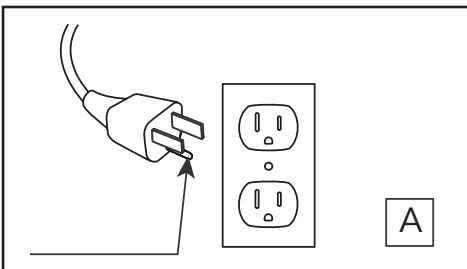

Fig.1
| <p>6. Do not operate any heater with a damaged cord or plug or after the heater malfunctions, has been dropped or damaged in any manner. Discard heater, or return to authorized service facility for examination and/or repair.</p> <p>7. Do not use outdoors.</p> <p>8. This heater is not intended for use in bathrooms, laundry areas and similar indoor locations. Never locate this appliance where it may fall into a bathtub or other water container.</p> <p>9. Do not run cord under carpeting. Do not cover cord with throw rugs, runners or the like. Arrange cord away from traffic areas and where it will not be tripped over.</p> <p>10. To disconnect heater, turn controls to off, and turn off power to heater circuit at main disconnect panel (or operate internal disconnect switch if provided).</p> <p>11. Connect to properly grounded outlets only. This heater is for use on 120 volts. The cord has a plug as shown at A in Fig. 1. Do not use a 2 prong adapter. Never use with an extension cord or relocatable power tap (outlet/power strip).</p> | <p>6. Ne faites pas fonctionner un appareil dont le cordon ou la fiche est endommagé ou après un dysfonctionnement, une chute ou un dommage quelconque de l'appareil. Mettez l'appareil au rebut ou retournez-le à un centre de service agréé pour examen et/ou réparation.</p> <p>7. N'utilisez pas cet appareil à l'extérieur.</p> <p>8. Cet appareil n'est pas conçu pour être utilisé dans une salle de bains, une salle de lavage ou tout autre endroit humide semblable. Ne placez jamais cet appareil à un endroit où il risquerait de tomber dans une baignoire ou un autre contenant rempli d'eau.</p> <p>9. Évitez de placer le cordon sous un tapis. Ne couvrez pas le cordon avec une carpeite, un tapis de passage ou un autre article semblable. Placez le cordon dans un endroit peu passant et où il ne pourra pas être accroché.</p> <p>10. Pour débrancher le chauffe-eau, mettez les commandes à l'arrêt et coupez l'alimentation du circuit du chauffe-eau au niveau du panneau de déconnexion principal (pour faire fonctionner l'interrupteur de déconnexion interne s'il est fourni).</p> | <p>5. Siempre desenchufe este electrodoméstico cuando no lo use.</p> <p>6. No opere ningún calentador después de que el cable de alimentación o el enchufe estén dañados, o que el calentador esté defectuoso, caído o dañado de alguna manera. Deseche el calentador o devuélvalo a un centro de servicio autorizado para su inspección y / o reparación.</p> <p>7. No lo use en exteriores.</p> <p>8. Este calentador no se debe usar en el baño, lavadero y en espacios húmedos similares interiores. Nunca coloque este calentador donde se pueda caer dentro de una bañera u otro contenedor de agua.</p> <p>9. No coloque el cable debajo de una alfombra. No cubra el cable con alfombras, tapetes o similares. Coloque el cable lejos de zonas de tránsito en donde nadie se pueda tropezar y caer.</p> <p>10. Para desconectar el calentador, apague los controles y apague la fuente de alimentación del circuito del calentador en el disyuntor principal (para operar el interruptor de desconexión interno si se proporciona).</p> |
11. Brancher uniquement dans une prise de courant munie d'une mise à la terre. Cet appareil de chauffage a été conçu pour être utilisé sous une tension de 120 V. La fiche du cordon est montrée à la figure 1 en A. Ne pas utiliser d'adaptateur de 3 broches à 2 broches. Ne jamais utiliser avec une rallonge ou une barre d'alimentation (multiprises).
11. Conectar solamente a una toma de corriente con conexión a tierra adecuada. Este calentador debe utilizarse con 120 voltios. El cable incluye un enchufe tal como se muestra en la figura A en la Fig.1. No utilice un adaptador de 2 clavijas. Nunca use un cable de extensión o tomas de alimentación reubicable (enchufes/regletas).